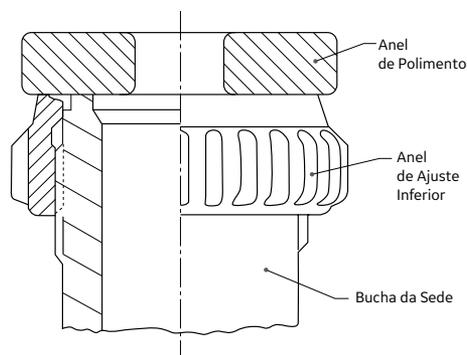

Figura 28: Conjunto da Sede da Bucha
Observação: Para uma pressão de abertura de válvula de 1200 psig (81.6 barg), o anel deverá ser abaixado dois (2) entalhes abaixo da sede da bucha. Esta será a posição inicial, com a posição final determinada durante os testes de campo (consulte a Figura 28).